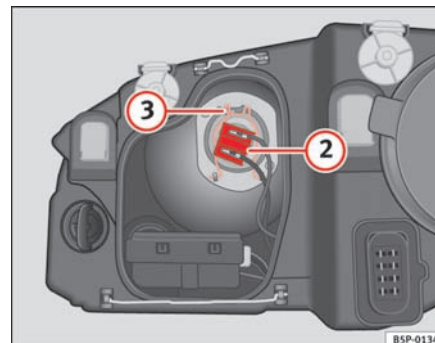

Fig. 189 Luz de cruce
- Extraiga el conector ⇒ página 268, fig. 189 ② de la lámpara.
- Desenganche el resorte retentor ⇒ página 268, fig. 189 ③ presionándolo hacia dentro y a la derecha.